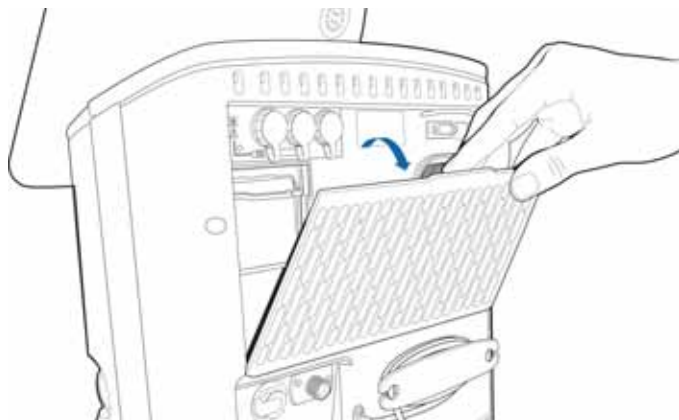

Рисунок 10-1. Снятие крышки фильтра
7. Установите новый фильтр вентилятора (рис. 10-1) или промойте уже используемый неконцентрированным мыльным раствором, после чего ополосните, просушите и установите повторно.